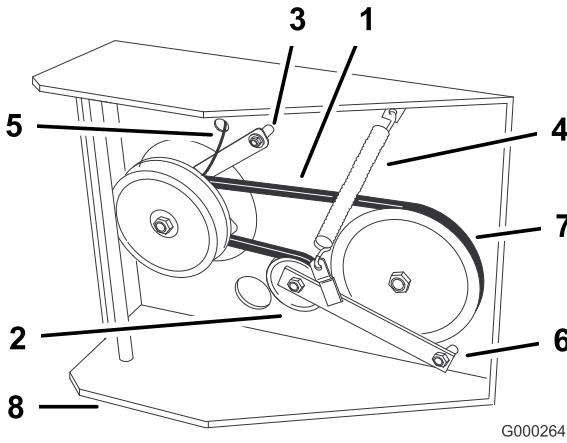

Figure 47
6. Détachez le dispositif de retenue de l'embrayage du plancher moteur (Figure 47).
7. Décrochez le ressort de tension sur le côté du bâti (Figure 47).
10. Serrez le boulon de pivot à 47–54 Nm (35–40 pi-lb). Placez le ressort de tension entre le bras de la poulie de tension et la patte du bâti (Figure 47).
11. Reposez le dispositif de retenue de l'embrayage sur le plancher moteur (Figure 47).